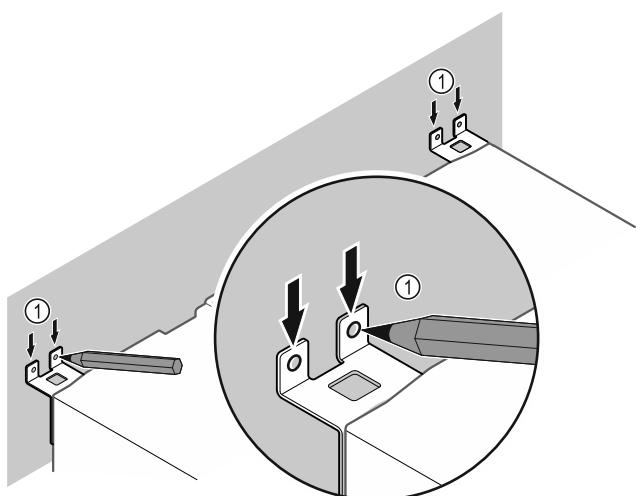

Fig. 11
► Trazar las marcas en la pared Fig. 11 (1).